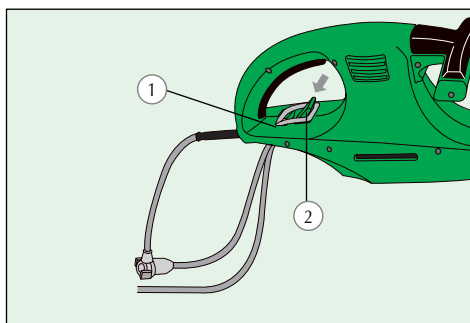

Fig. 2
- ✓ Dobleque la extensión eléctrica, pásela por el orificio (1) y enseguida encájela en la presilla (2) (Fig. 2).